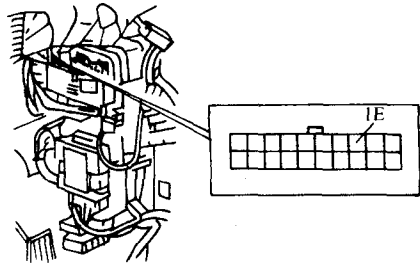

图 4-8 危险警告灯不闪烁的故障排除
2) 危险警告灯开关置于“OFF”, 测量 CPU 插头 (16 针) 的 1E 端 (G/Y) 的电压, 如图 4-8 所示。若电压为蓄电池电压, 更换 CPU; 若电压为其他, 修理线束 (闪烁信号单元 - CPU)。